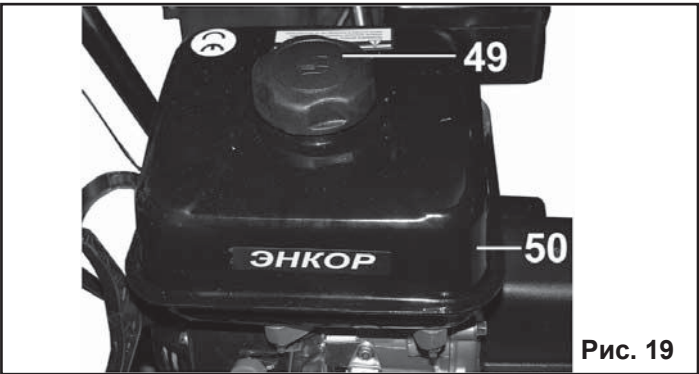

Рис. 19
7.5. Заправка топливом (Рис.19).